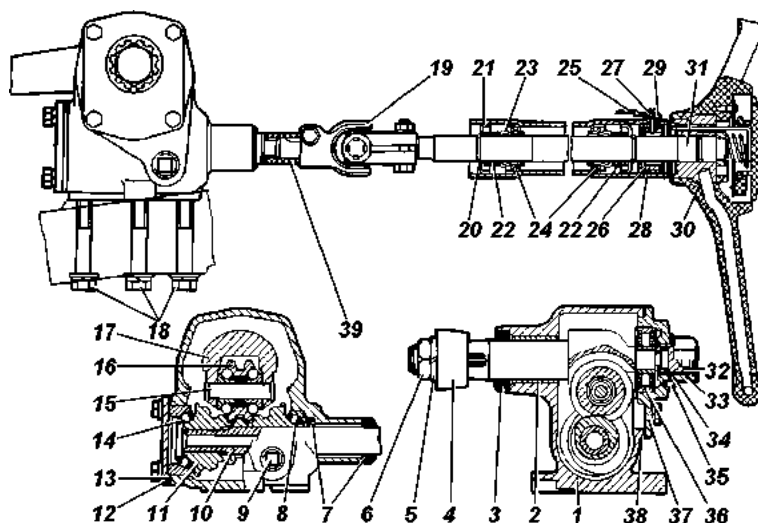

Рис. 7.2. Рулевой механизм типа глобоидальный червяк с двухгребневым роликом:
При появлении стука в рулевой колонке (рис. 7.2 и 7.5а) необходимо снять рулевое колесо и проверить наличие стопорных колец разжимных втулок в канавках вала. Для рулевой колонки без противоугонного устройства (рис. 7.2) необходимо предварительно ослабить гайки кронштейна ее крепления, подтянуть колонку вверх и проверить состояние резиновой втулки. На появление стука в колонке влияет также ослабление крепления кузова к раме.
Регулировку затяжки подшипников червяка производить с помощью прокладок 13 (рис. 7.2), установленных между картером и нижней крышкой картера рулевого механизма, в следующей последовательности:
3. Отвернуть колпачковую гайку и снять стопорную шайбу 34 со штифта 35 (рис. 7.2).